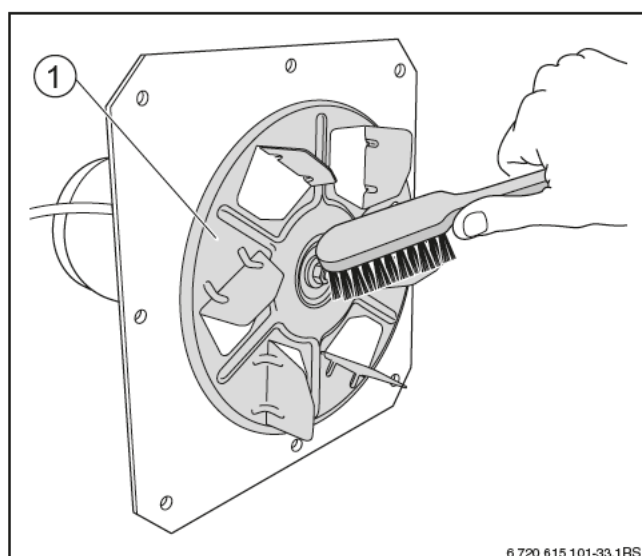

Рис. 30 Чистка крыльчатки вентилятора
- ▶ Осторожно очистите мягкой проволочной щёткой крыльчатку вентилятора (→ рис. 30, [1]) от золы и нагара.